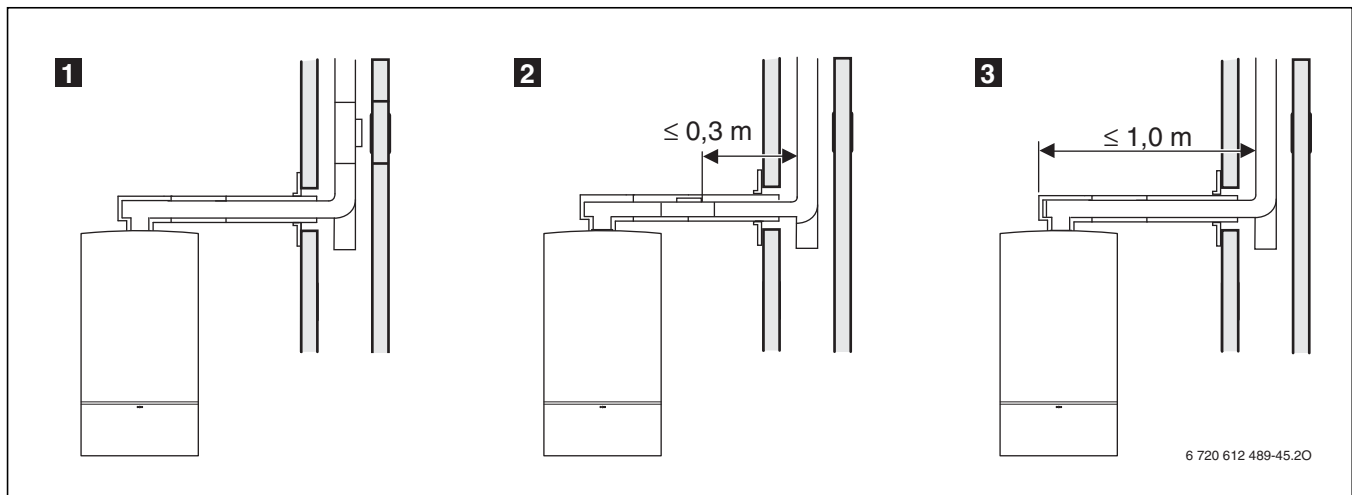

Bild 65
- 1** im senkrechten Teil der Abgasanlage direkt oberhalb der Einführung des Verbindungsstückes (Bild 65)
- 2** seitlich im Verbindungsstück höchstens 0,3 m entfernt von der Umlenkung in den senkrechten Teil der Abgasanlage (Bild 65)
- 3** an der Stirnseite eines geraden Verbindungsstückes höchstens 1,0 m entfernt von der Umlenkung in den senkrechten Teil der Abgasanlage (Bild 65).